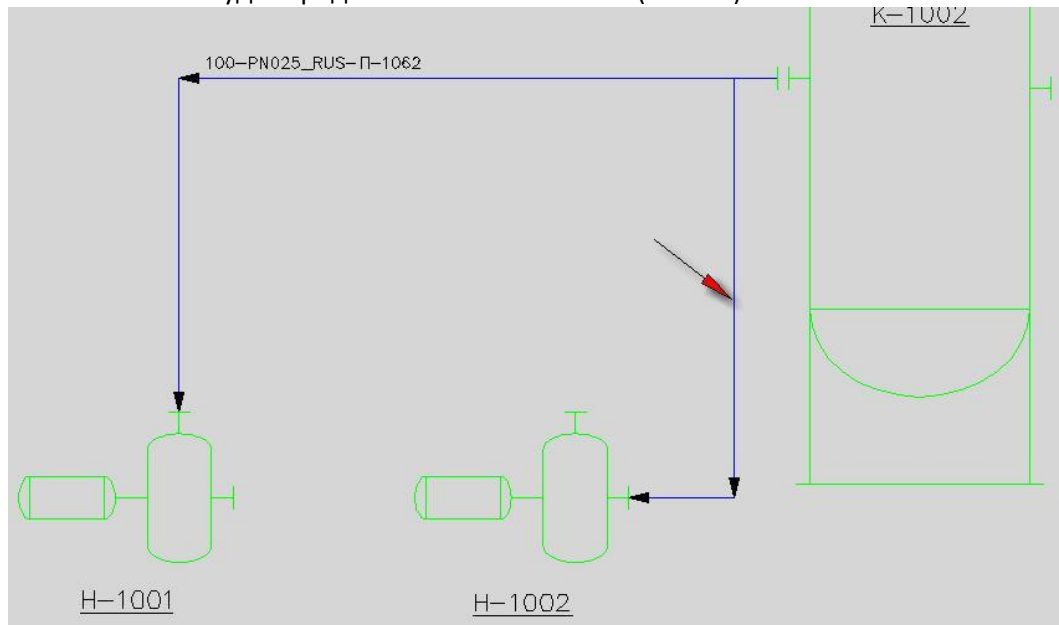

Рис. 14
- Постройте новую линию от линии **1062** до второго насоса **Н-1002**. Выберите пиктограмму **Основной сегмент линии** на вкладке **Линии** палитры инструментов. После указания первой точки линии наберите в командной строке букву **С** (в русской раскладке клавиатуры) для создания новой линии. Если этого не сделать, новая линия будет продолжением линии **1062** (Рис. 14).